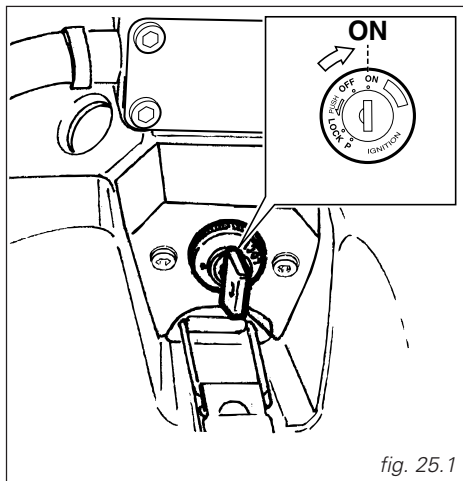

fig. 25.1
1) Spostate l'interruttore di accensione sulla posizione **ON** (fig. 25.1). Verificate che la spia verde **N** e quella rossa  sul cruscotto risultino accese.
1) Move the ignition key to **ON** (fig. 25.1). Make sure both the green **N** and the red light  on the instrument panel come on.
1) Déplacez le commutateur d'allumage en position **ON** (fig. 25.1). Vérifiez si le témoin vert **N** et le rouge  sur le tableau de bord sont allumés.
1) Drehen Sie den Zündschalter auf die Angabe **ON** (Abb. 25.1). Überprüfen Sie dabei, ob die grüne Kontrollleuchte **N** und die rote Kontrollleuchte  auf dem Instrumentenbrett aufleuchten.